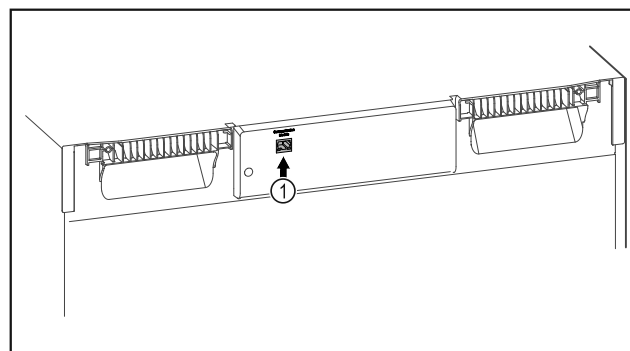

Fig. 86
- SmartModule Fig. 86 (1) установлен.